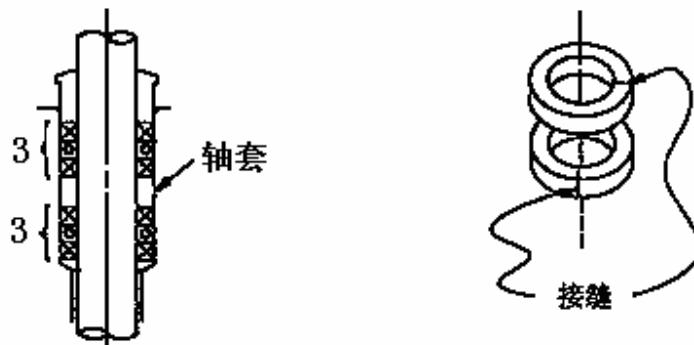

图 10-10
- 请按图 10-10 所示顺序安装填料。
将矩形截面的成型填料装入时，请按图 10-10 所示，每一环的接缝部位均错开 90° 安装。